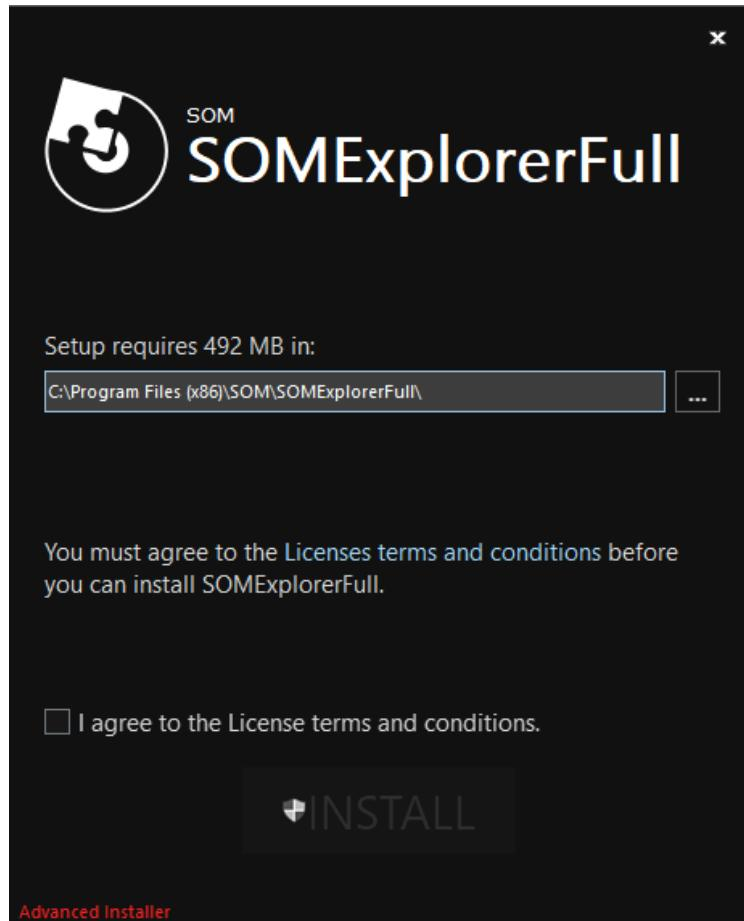

Рисунок 6 – Окно для указания каталога нахождения программы
2.7 В результате появится окно для выбора пути (каталога), куда будет установлена программа «SOMExplorerFull», (рисунок 6). По умолчанию выбран каталог C:\Program Files (x86)\SOM\SOMExplorerFull\.